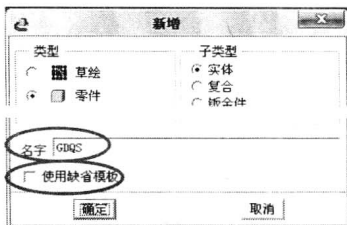

图 1-2 “新增”对话框
STEP 3 单击工具条“创建新对象”按钮或选择下拉菜单“文件(F)”|“新建(N)”命令,出现“新增”对话框,如图 1-2 所示。